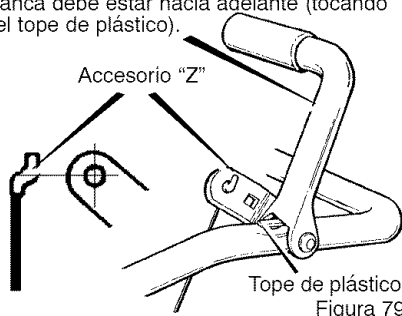

Figura 79
Para asegurarse de que estén bien ajustados, suelte el accesorio "Z" en la palanca de propulsión (Figura 79).
5. Desconecte el **accesorio "Z"** de la **palanca de propulsión** (Figura 79).
11. Instale el **gancho "Z"** en la **palanca de propulsión** (Figura 79).